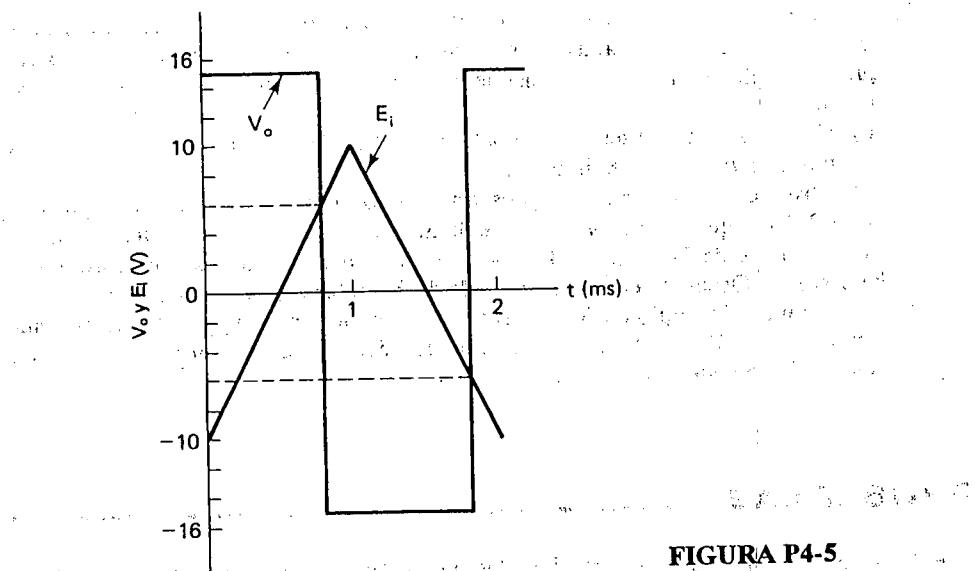

FIGURA P4-5.
- 4-5.** Con las formas de onda de E_i en función de t y de V_o contra t en la figura P4-5, identifique (a) la frecuencia de E_i ; (b) la amplitud pico de E_i ; (c) el valor de V_{UT} ; (d) el valor de V_{LT} ; (e) V_H .